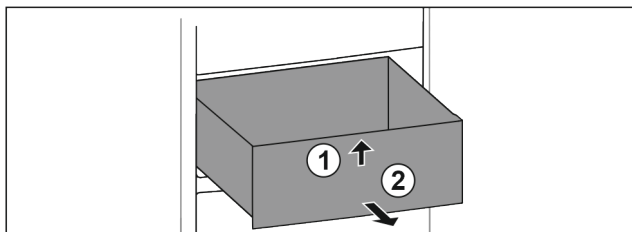

Fig. 70
- ▶ Nadzvedněte zásuvku vpředu. Fig. 70 (1)
- ▶ Vyjměte zásuvku dopředu. Fig. 70 (2)